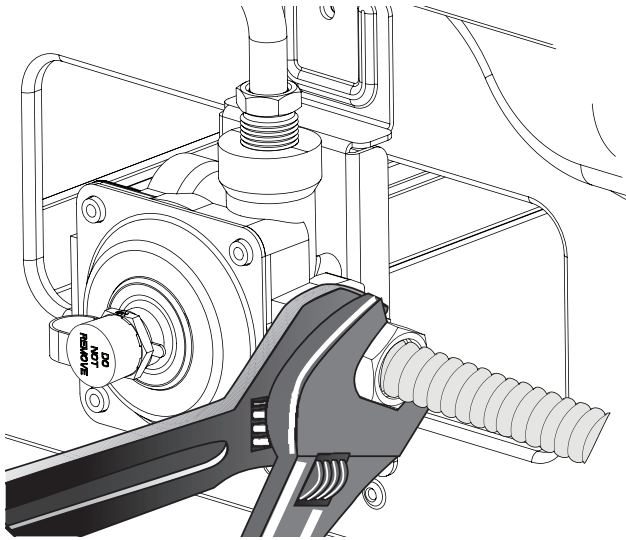

Fig. 10
- c. Apretar el conector flexible de gas y/o el conducto del electrodoméstico para unir con la válvula manual de la unidad usando NO MAS DE 15 pies/lbs de troqué. Asegurar estabilización del adaptador para unión de campana de 1/2” y ajustar con la pinza antes de apretar conector flexible de gas y/o conducto del electrodoméstico. (Vea Fig. 10)